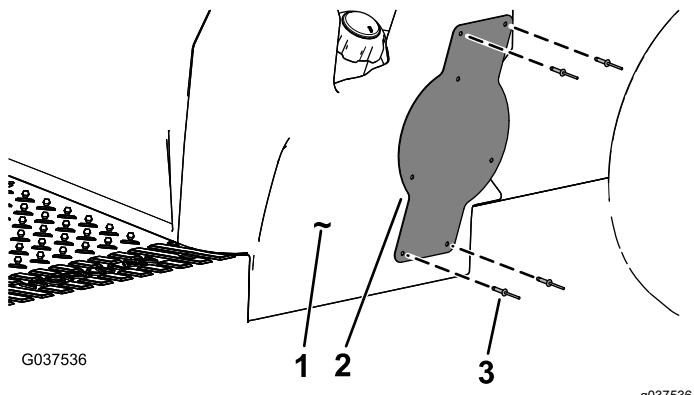

**Figure 10**
1. Sur le côté gauche de la machine, mesurez 51 mm à partir du côté inférieur gauche de la base du siège, et repérez cet emplacement (Figure 10).
2. Mesurez 57 mm directement au-dessus de l'emplacement et faites un repère à cet endroit (Figure 10).
3. Mesurez 83 mm à gauche de l'emplacement repéré à l'opération 2, et faites un repère à cet endroit (Figure 10).
4. Mesurez 80 mm à gauche de l'emplacement repéré à l'opération 3, puis mesurez 299 mm directement au-dessus de cet emplacement, et faites un repère à cet endroit (Figure 10).
5. Mesurez 83 mm à droite de l'emplacement repéré à l'opération 4, et faites un repère à cet endroit (Figure 10).
6. Percez un trou de 5 mm aux 4 emplacements repérés (Figure 10).